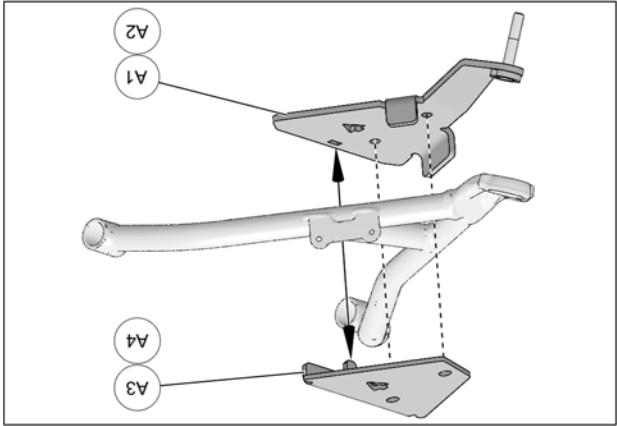

Fig. 15
5. Positionner la partie inférieure de l'ancrage anti-rotation (A1-A2) sous le bras de suspension inférieur. Positionner la partie supérieure (A3-A4) au-dessus du bras de suspension et insérer le tenon de la partie pliée dans le trou rectangulaire de la partie inférieure. Voir la Fig. 15